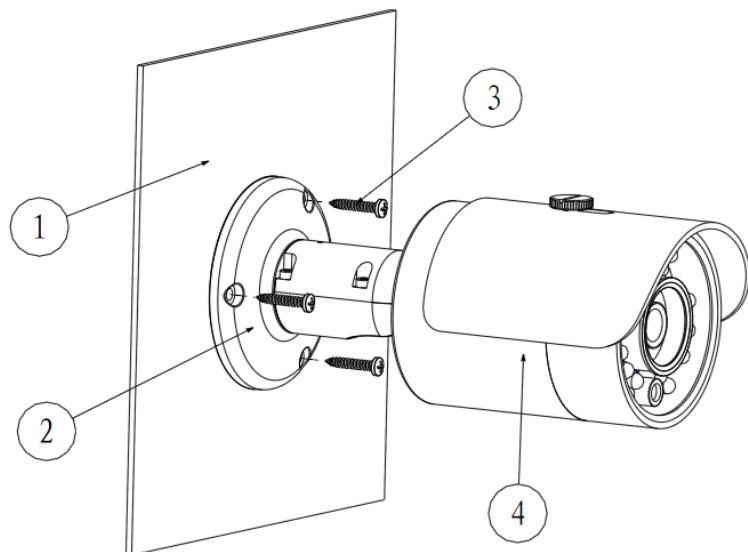

Рисунок 3-5
На Рисунок 3-5, ①Установочная поверхность; ②Кронштейн; ③Винты; ④Камера.